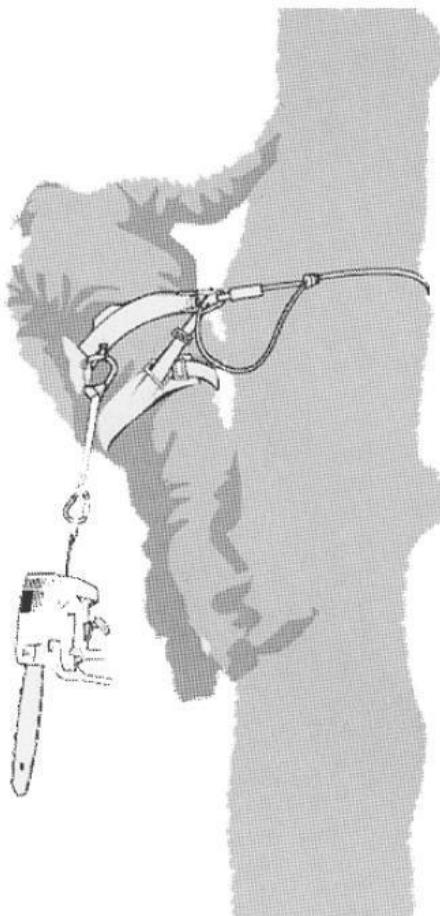

Bild A.2 — Beispiel für die Befestigung einer Kettenäge für die Baumpflege am zentrierten hinteren Mittelpunkt des Tragegurts
De kettingzaag mag alleen aan het harnas worden bevestigd met behulp van de aanbevolen ophanginrichtingen (18). Deze mogen zich in het midden (voor of achter) of aan de zijkanten bevinden. Waar mogelijk moet de kettingzaag in het midden aan de achterkant van de harnasgordel worden bevestigd om deze uit de buurt van klimtouwen te houden en om het gewicht centraal onder de ruggengraat van de gebruiker te ondersteunen. **Zie afbeelding A.2.** Als de kettingzaag van de ene ophanginrichting (18) naar de andere wordt verplaatst, moet u ervoor zorgen dat de kettingzaag in de nieuwe positie wordt vastgezet voordat deze van de vorige ophanginrichting (18) wordt losgemaakt.